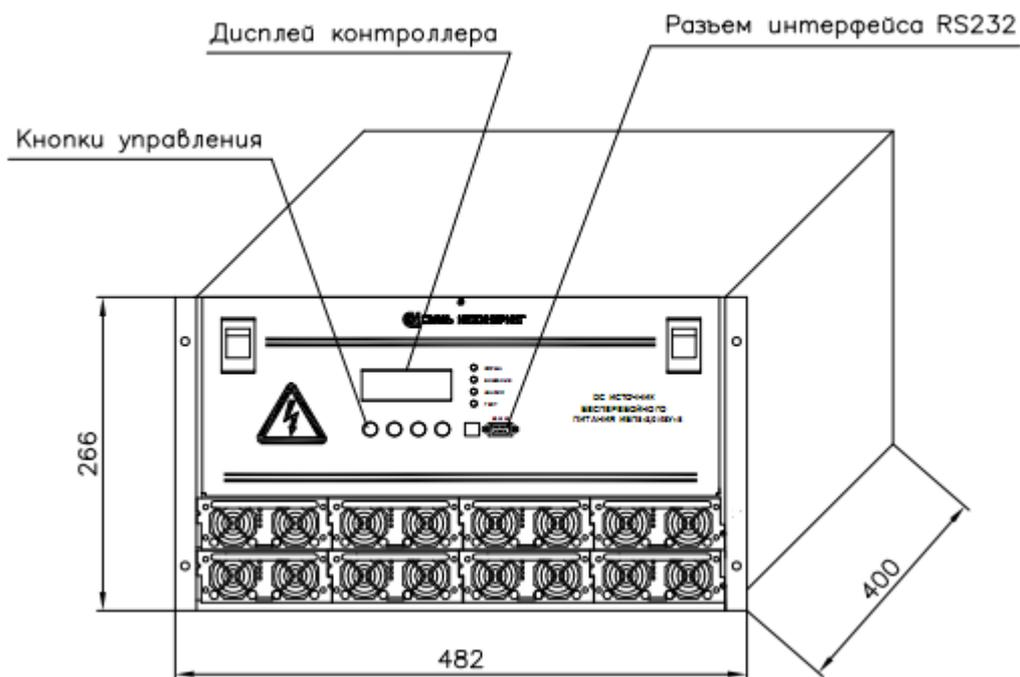

Рис.3.1. Общий вид устройства (на примере ИБП8-2,0/48У-8.8).
3.2.4 Габаритные размеры устройства ИБП8-2,0/48 (60, 24) У-8.N (Ш×В×Г) 482×266×400 мм. Масса устройства, не более 50 кг. Общий вид и габаритные размеры устройства приведены на рис.3.1.